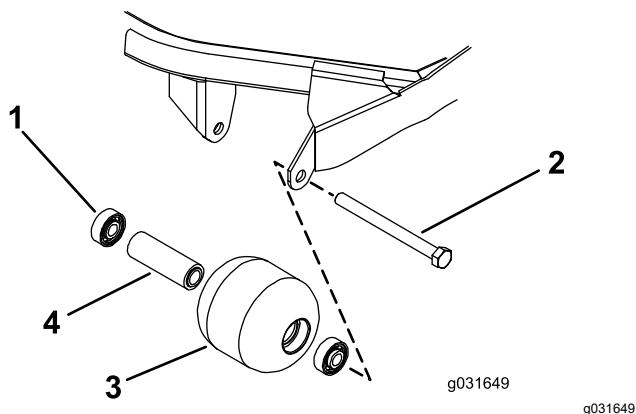

Figure 72
1. Retirez le boulon de fixation du galet (Figure 72).
2. Insérez l'entretoise (Figure 72).
3. En exerçant une pression uniquement sur la bague extérieure ou uniformément sur les bagues intérieure et extérieure, poussez le second roulement dans le logement du galet jusqu'à ce qu'il rencontre l'entretoise (Figure 72).
4. Vérifiez l'état du logement de roulements, des roulements et de la douille d'écartement (Figure 72).
1. En exerçant une pression uniquement sur la bague extérieure ou uniformément sur les bagues intérieure et extérieure, poussez le premier roulement dans le logement du galet (Figure 72).